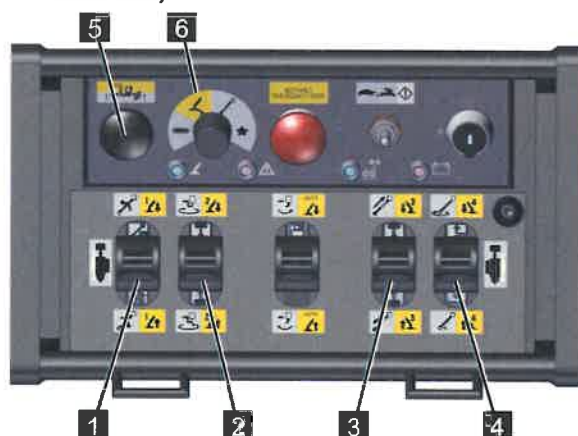

Abb. 121
4. Den Funktionswahlschalter auf [Stützenfunktion] (gelb) (Abb.121/6) stellen.
- Den Kollisionstaster (Abb.121/5) gedrückt halten.
- Mit den Steuerhebeln (Abb.121/1,2,3 und 4) die gewünschte(n) Stütze(n) gemäß nachfolgender Tabelle bedienen.
| Steuerhebel (Abb.121/1) nach vorne drücken |  | Stütze 1 fährt ab |
| Steuerhebel (Abb.121/2) nach vorne drücken |  | Stütze 2 fährt ab |
| Steuerhebel (Abb.121/3) nach vorne drücken |  | Stütze 3 fährt ab |
| Steuerhebel (Abb.121/4) nach vorne drücken |  | Stütze 4 fährt ab |